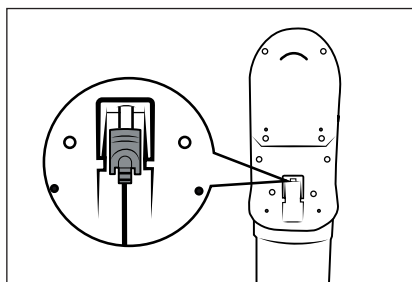

Fig. 8
- ▶ Încărcăți acumulatorul ② din nou imediat ce afișajul bateriei ②7 indică faptul că acumulatorul ② mai are puțină energie .
- ▶ Aparatul se oprește la scurt timp după ce este afișat un acumulator ② descărcat .
- ▶ Aspiratorul poate fi încărcat și direct prin intermediul adaptorului de rețea ⑩. Pentru aceasta, scoateți conectorul-tată ⑪ din suportul pentru perete ⑬ printr-o mișcare ușoară de rotire și introduceți-l în mufa de încărcare ③ de la aparat (a se vedea fig. 8).